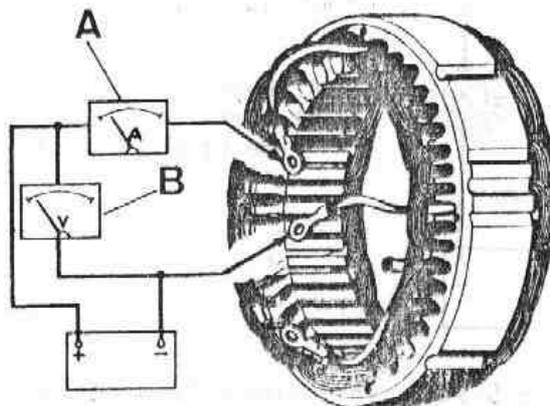

Fig. N-12 Comprobación de la resistencia del estator
5.2.3. Comprobar la resistencia entre dos extremos de las fases aplicando una tensión de 6 V entre ambos, debiendo observarse que por el amperímetro (A) (Fig. N-12) circula una corriente de 16,3 a 18,4 A.